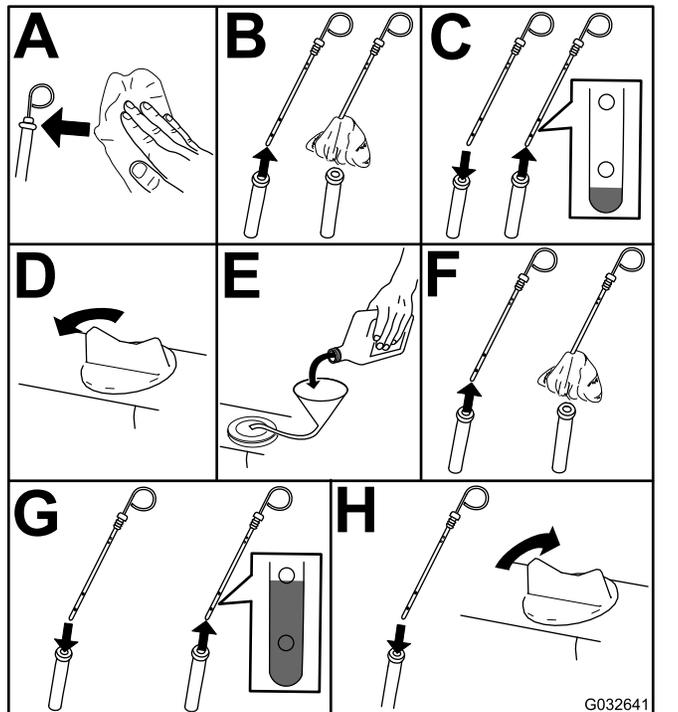

Figura 57
3. Compruebe el nivel de aceite del motor (Figura 57).